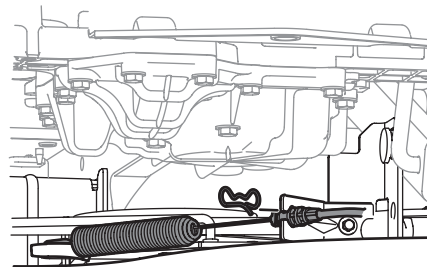

Figura 4-2
7. Extraiga el pasador de chaveta que sujeta el cable de la PTO al soporte de la plataforma, tire hacia atrás del cable de la PTO, luego deslícelo fuera del soporte y desenganche el resorte de la polea loca. Vea la Figura 4-2.